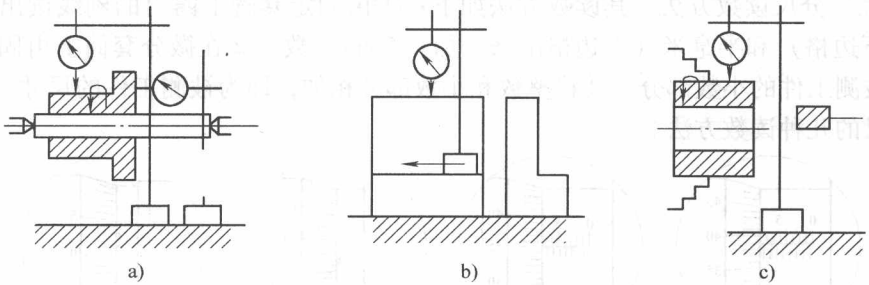

图 2-9 百分表的应用举例
3. 百分表的读数方法 读数时, 百分表盘上的长指针每转动一格为 0.01mm, 短指针每转动一格为 1mm, 长、短指针相加即为测量数值。其应用如图 2-9 所示。